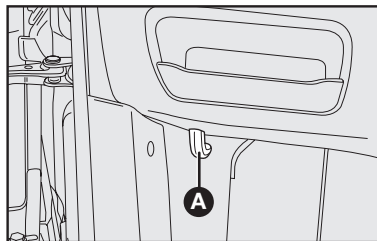

fig. 71
- 1) Tire de la palanca **A-fig. 71**;